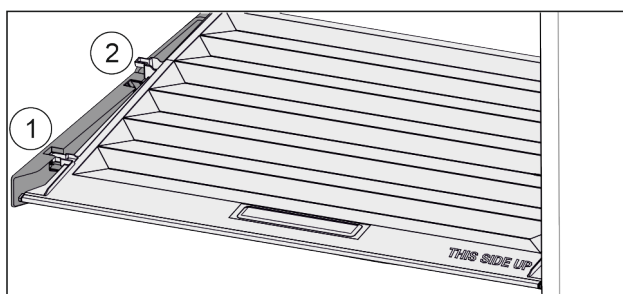

Fig. 36
- ▶ Vytáhněte víko dopředu až k otvoru v přídržných dílech *Fig. 36 (1)*.
- ▶ Vzadu zespuďte nadzvedněte a vyjměte směrem nahoru *Fig. 36 (2)*.